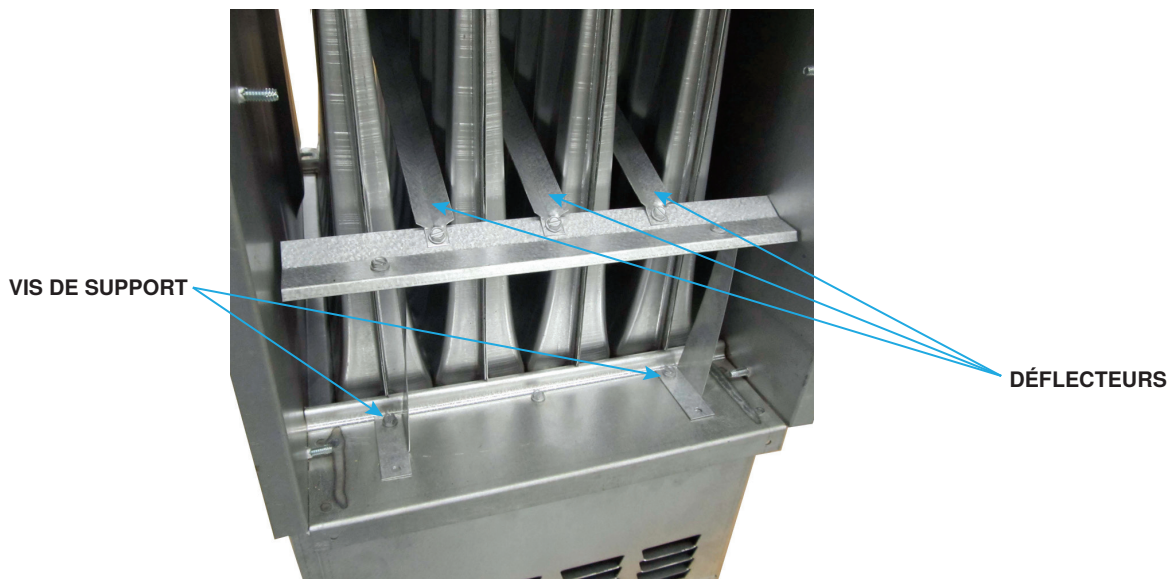

Figure 2. Retirer le déflecteur de l'échangeur de chaleur
3. Retirer les déflecteurs de l'échangeur de chaleur (voir **Figure 2**):